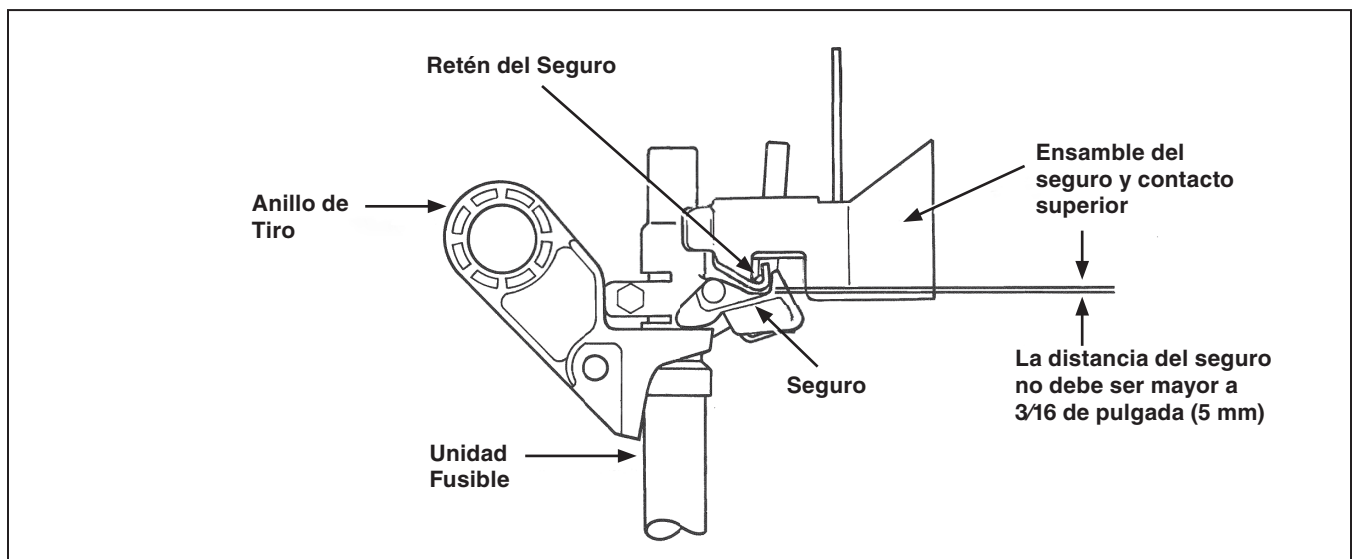

Figura 3. Configuración de sujeción correcta.
**PASO 6.** Utilizando una pértiga convencional (o una Pértiga Universal de S&C que esté equipada con un gancho manipulador Grappler®●), haga funcionar el ensamble de la unidad fusible al moverlo de la posición de cierre a la posición de **Apertura** y de vuelta a la posición de **Cierre**. Verifique para estar seguro que el ensamble de la unidad fusible entre por el centro al ensamble del seguro y contacto superior, tal y como se describe en el paso 4, y que no haya una distancia superior a los  $\frac{3}{16}$  de pulgada (5 mm) entre el retén del seguro del ensamble del seguro y contacto superior, y el seguro del accesorio final de la unidad fusible mientras la unidad fusible está **Cerrada**. Ver Figura 3.